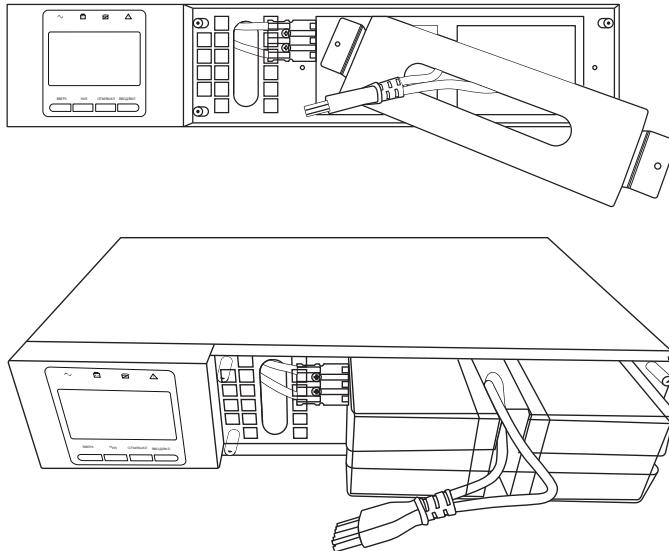

Рисунок 7.2. Извлечение блока АКБ
2. Отсоединить кабель батарейного модуля от разъема ИБП. Открутить 4 винта крышки батарейного отсека, удалить крышку и извлечь батарейный блок из ИБП (см. рис. 7.2).